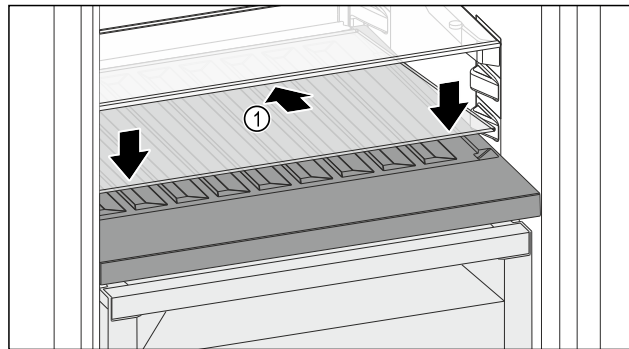

Fig. 115
- ▶ Postavite staklenu ploču Fig. 115 (1) ukoso, nagnutu straga prema dolje.
- ▶ Staklenu ploču Fig. 115 (1) podignite srijeda.